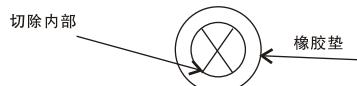
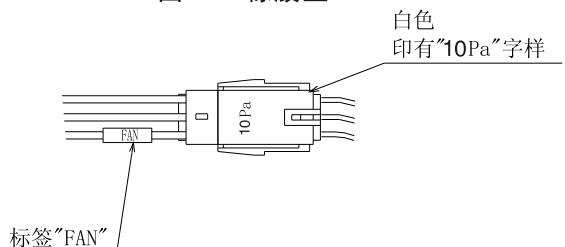

图 7.1 橡胶垫
图 7.2 10Pa机外静压
- (1) 如图7.1所示，在电线接孔处将橡胶垫中心切十字。
- (2) 穿过电控箱上的接线孔，连接遥控线到电控箱内的印刷电路板上。
- (3) 连接电源线和地线到电控箱的端子上。
- (4) 连接室内、外机连接线到电控箱的端子上。
- (5) 用线扎紧固电控箱中的电线。
- (6) 连接完电线后，用密封材料（带有盖板）封上电线接口，以防冷凝水及昆虫进入。
- (7) 本室内机出厂时机外静压为10Pa，电机的10Pa插头（白色）接在“FAN”插座上。如图7.2所示。